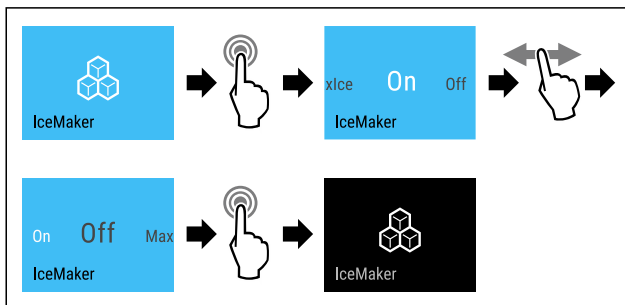

Fig. 23 Vejledende illustration af aktiv funktion IceMaker
- ▶ Udfør handlingstrinene (se Fig. 23).